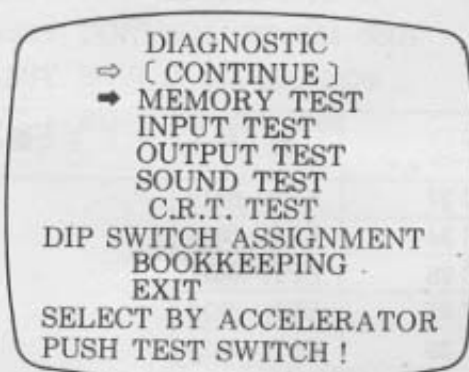

FIG. 1
- (1) テスト・スイッチを押しますと、FIG.1 の表示がでます。
〔INDIVIDUAL〕の場合 FIG.1 に戻ります。必要なテスト項目が終了して、